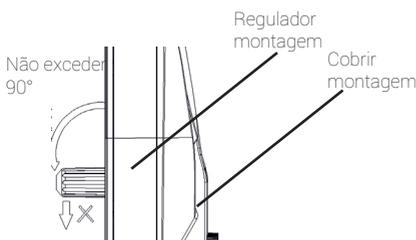
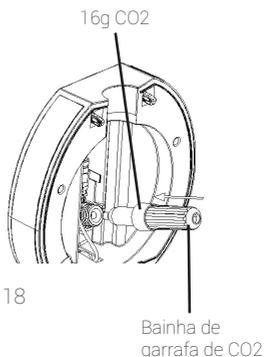
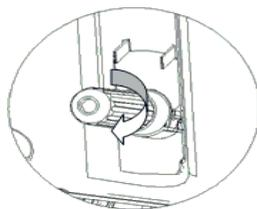

Figura 17
Figura 18
Figura 19
3. Afrouxe a bainha da garrafa de CO2 (Figura 17), insira um cartucho de CO2 de 16 gramas na bainha (Figura 18) e aperte bem a bainha até ouvir um “clique” (Figura 19), que indica que o cartucho foi perfurado e o gás CO2 pode fluir livre. Assegure-se de que a bainha da garrafa esteja bem ficada para evitar o vazamento de CO2.
O LED exibirá por padrão a temperatura real da cerveja, conforme mostrado na figura 19. Você pode ver a temperatura definida pressionando o botão "+" por 1 segundo, ele exibirá a temperatura definida e, 3 segundos depois, ele irá se recuperar e exibir o valor real temperatura.